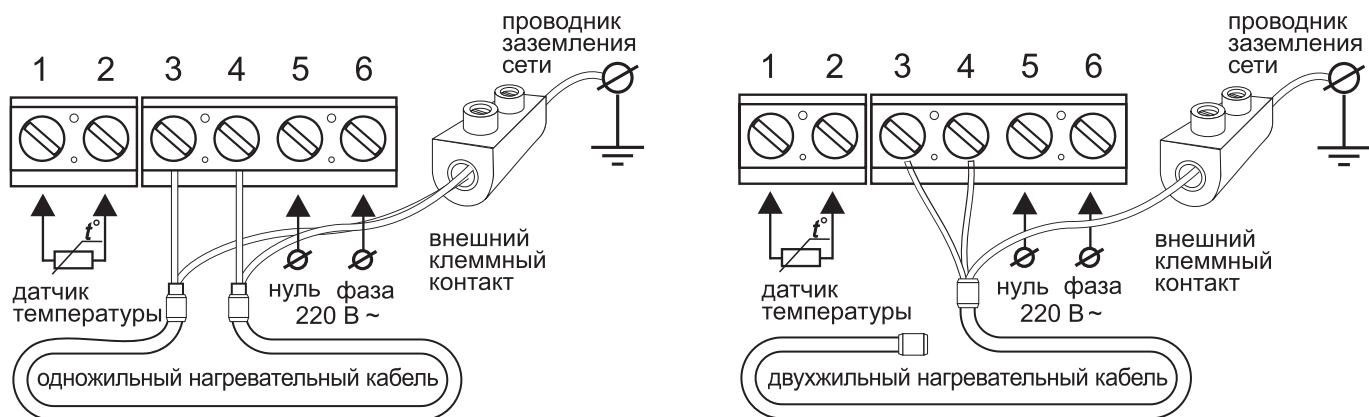

Рис. 21
– 3-х проводная электрическая сеть (с отдельным проводником заземления), экран нагревательной секции присоединяется к проводнику заземления при помощи внешнего клеммного контакта под винт (входит в комплект поставки) (рис. 21).